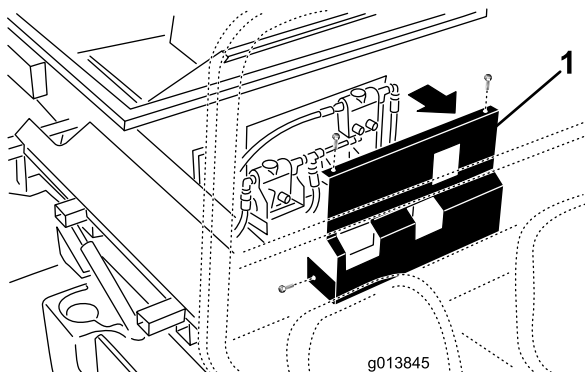

Figura 13
38. En la versión SH, modelo 44701, retire los herrajes que sujetan la tapa a la parte delantera de la ProPass y aparte la tapa (Figura 13).